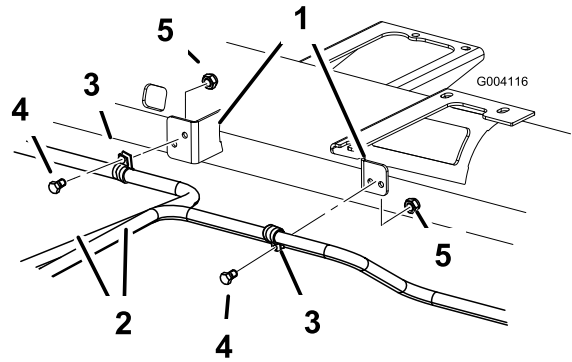

Figure 13
1. Reposez les colliers en R retirés précédemment au moyen de 2 vis et contre-écrous pour fixer les tubes hydrauliques sur le cadre de la machine, comme montré à la Figure 13.